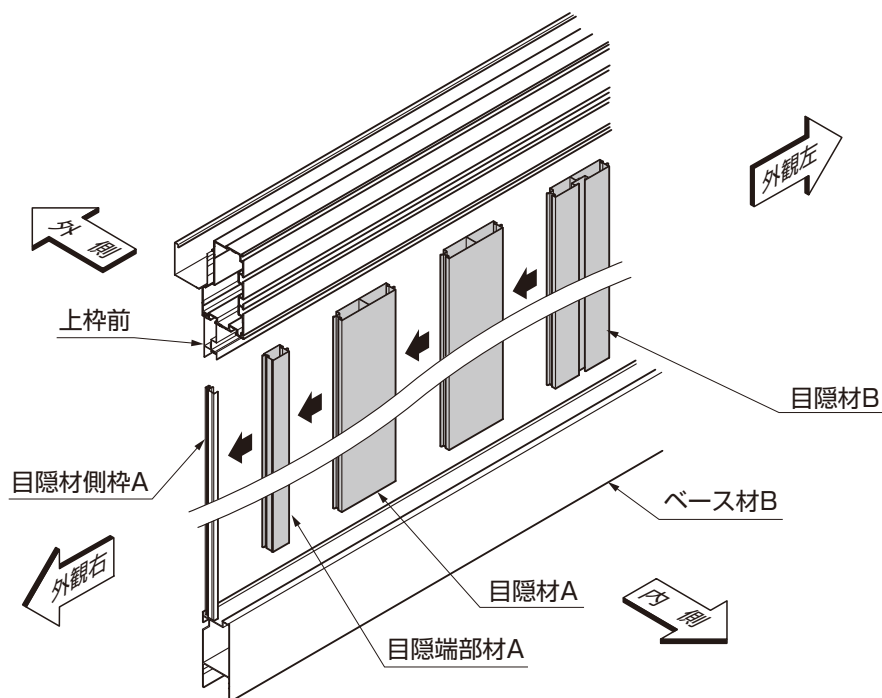

図5-1 目隠材の取付け
- ①目隠端部材Aを目隠材側枠Aにはめてください。(図5-1 参照)
- ②目隠端部材Aに目隠材Aをはめてください。(図5-1 参照)
- ③各サイズごと、目隠材A・目隠材Bをはめてください。